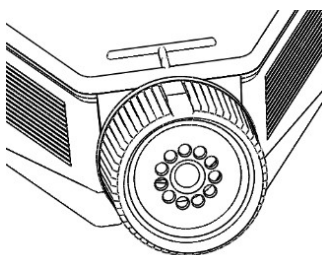

図 1, picture 1
- ガス交換を継続するためには、疎水性PTFEフィルター膜(0.22 μm)を内蔵したフィルタースクリューキャップをしっかりと閉めてください (図 1)。メンブレンが濡れると、ガス交換が短時間で減少します。